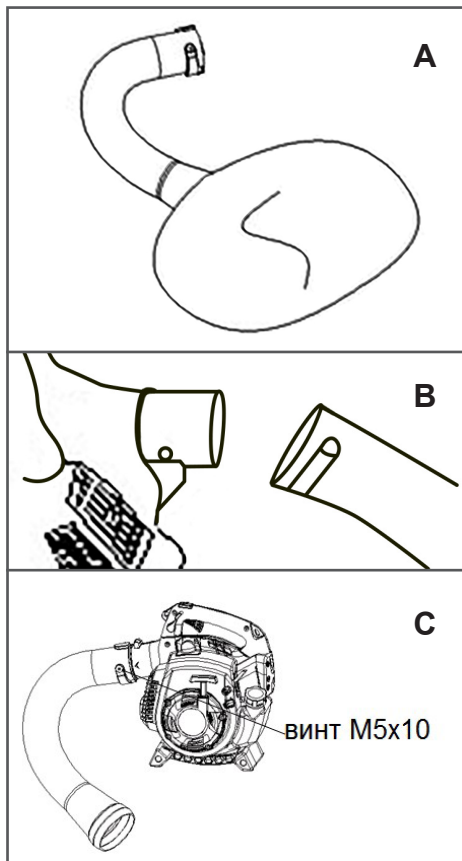

Рис. 8 Установка разгрузочной трубы и мешка для мусора
5. Установить мешок для мусора на разгрузочную трубу (Рис. 8А).
6. Установить разгрузочную трубу на устройство (Рис. 8В) и закрепить ее винтом М5х10 (Рис. 8С).